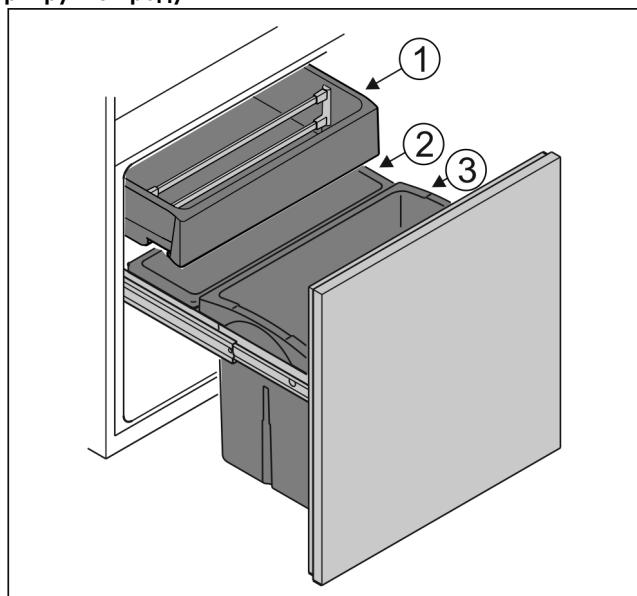

Fig. 4
- Резервуар Fig. 4 (1): Вложите не упакованные южные фрукты и овощи.
- Резервуар Fig. 4 (2): Вложите не упакованные мелкие фрукты и овощи.
- Резервуар Fig. 4 (3): Вставить отдельные бутылки.